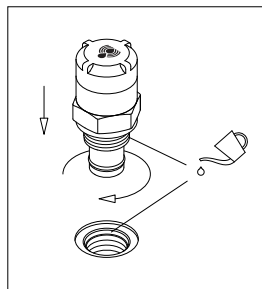

fig. 7
- (Fig. 7) Lubrificare con il fluido di lavoro il filetto e l'O-Ring del corpo indicatore, quindi avvitare il corpo indicatore facendo riferimento alla tabella delle coppie di serraggio al paragrafo 3